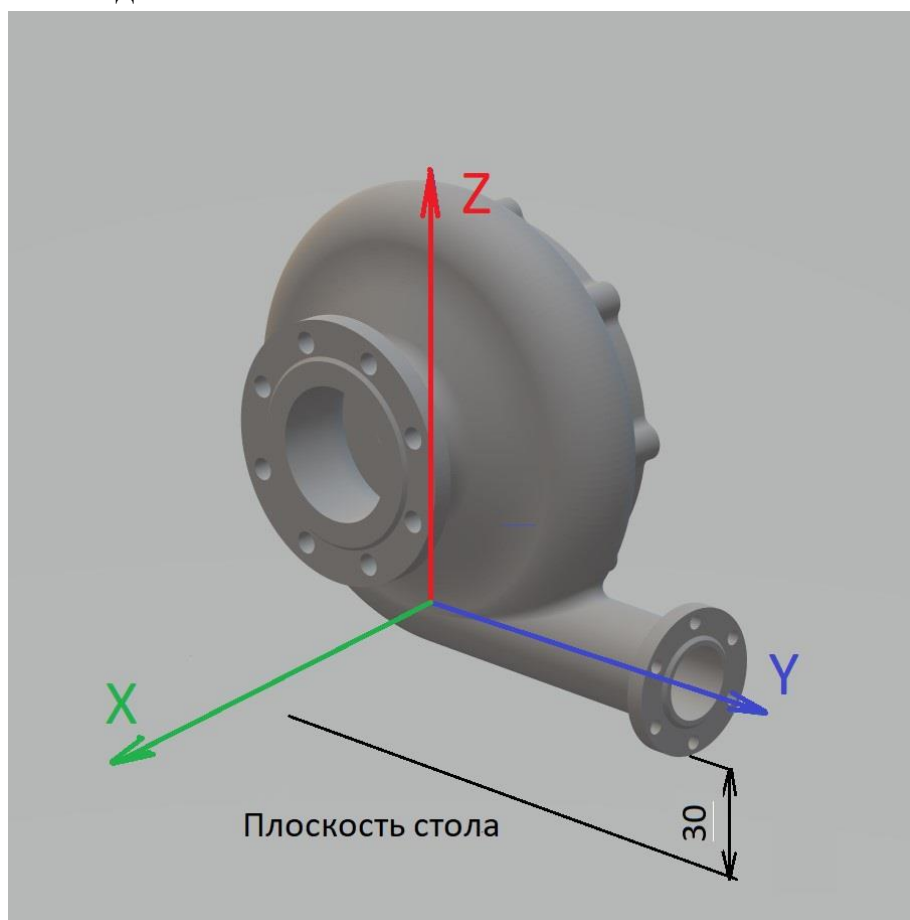

Рис.1
**Конкурсанту предоставляются:** выровненная полигональная модель детали «Корпус.stl» и изображение рис.1, поясняющее, в каком положении должна быть закреплена деталь.